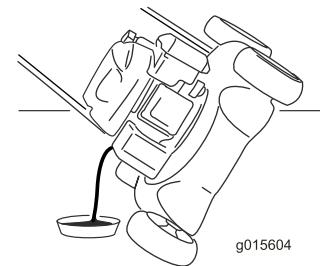

Figura 29
7. Incline la macchina sul fianco, con il tubo di riempimento dell'olio in basso, per vuotare l'olio usato attraverso il tubo di riempimento in una bacinella di spurgo (Figura 29).